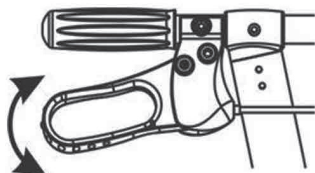

Abb. 1
4. Den mittleren Gurt befestigen (Abb. 1), um zufälliges Zusammenfallen des Rollators zu vermeiden. Versichern Sie sich, dass der Gurt gespannt ist.
1. Um die Gehilfe zu verlangsamen oder anzuhalten, ziehen Sie den Bremshebel nach oben. Lösen Sie den Bremshebel, um wieder zu gehen (Abb. 1).